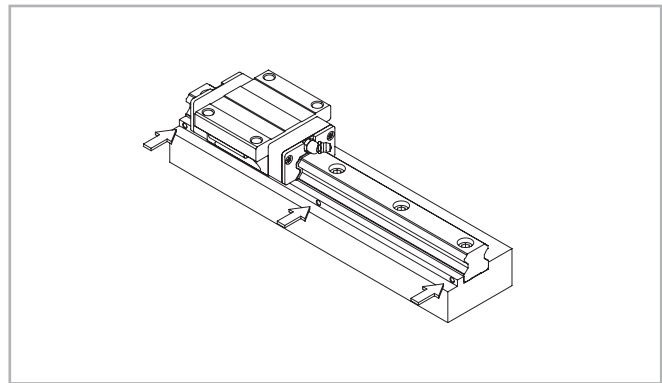

Fig. 56
(3) Apriete los pernos de empuje en la guía hasta que haya un contacto cercano en la superficie de tope lateral (ver fig. 56).